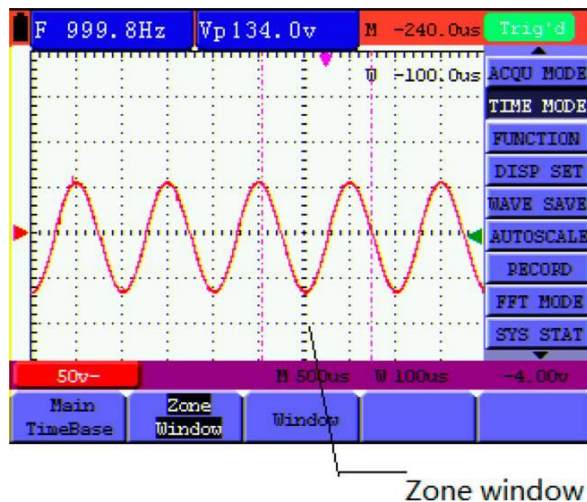

Fig. 60: Ajuste de ventana
- 3.) Pulse la tecla F4 y seleccione Misc para mostrar la hora del sistema (fig.60):
Observará dos pantallas parecidas a las siguientes (fig. 60 y 61):